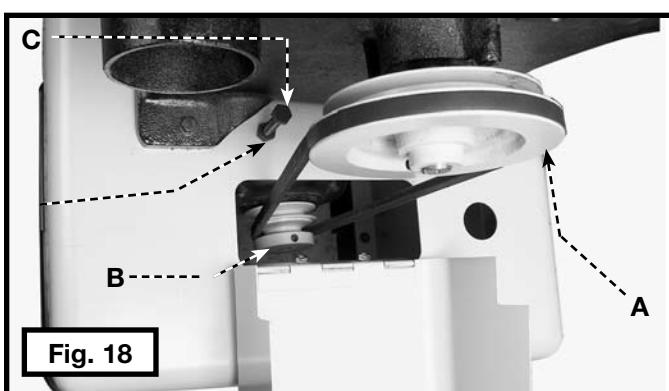

Fig. 18
1. Placer la courroie sur la poulie de la scie (A) fig. 18.
REMARQUE: le modèle 28-276 est doté d'une poulie à un seul gradin. Le modèle 28-206 est doté d'une poulie à double gradin (fig. 18).
2. Soulever le moteur et placer l'autre extrémité de la courroie autour de la poulie moteur (B) fig. 18. Le poids du moteur fournira la tension appropriée pour la courroie.
6. Tourner le boulon (C) fig. 18, en sens horaire jusqu'à ce que le capuchon amortisseur contacte le moteur.
7. Dévisser le boulon (C) fig. 18, d'environ 6,3 mm (1/4 po) et serrer l'écrou (D) contre le dessus du socle pour tenir le boulon (C) en position.